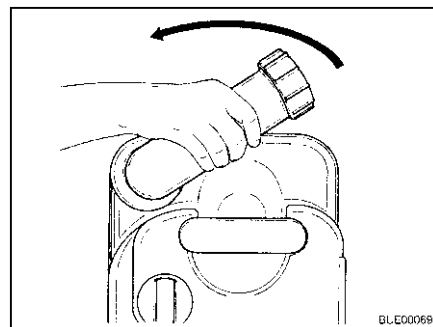

Fig. 175 Girar el tubo de vaciado
- Girar hacia arriba el tubo de vaciado (Fig. 175).